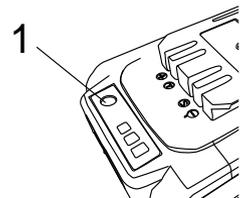

Рис. 5 Индикатор емкости батареи.
Вы можете проверить состояние питания аккумулятора, нажав кнопку (1) индикации питания на задней панели аккумулятора. (Рис. 5).